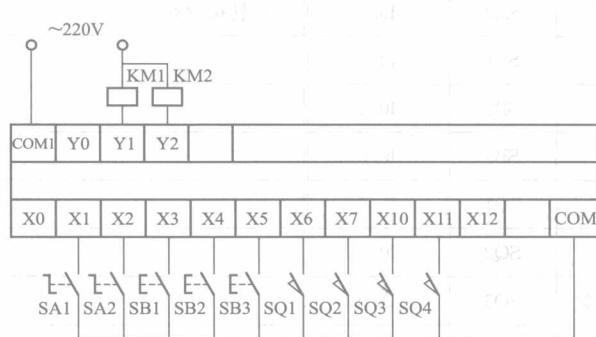

图 9 三相异步电动机手动、自动往复运动电路三菱 FX_{2N} 系列 PLC 接线图
(2) 三相异步电动机手动、自动往复运动三菱 FX_{2N} 系列 PLC 接线图如图 9 所示。